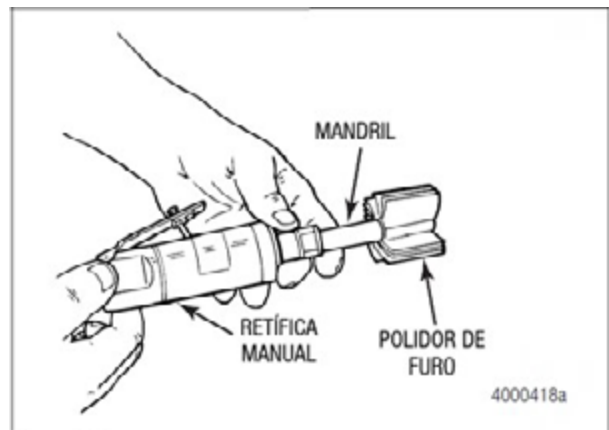
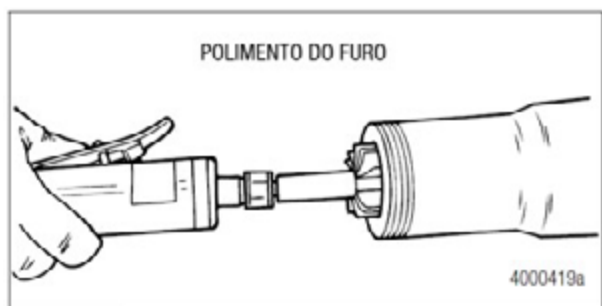

Figura 2.9
Figura 2.10
8. Utilizar uma retífica manual, com um mandril montado com lixas de granulação para desbaste. Aumentar gradativamente o diâmetro do furo da ponteira, até conseguir a montagem da tampa de pressão pelo lado do "O" ring (comprimento menor). Ver figura 2.9 e figura 2.10.
12. Escolha o polidor de furo do tamanho correto, combinando o fabricante e o modelo do eixo com as ferramentas de polimento de furo listadas na Seção 7. Figura 2.9.
13. Polir o furo da ponteira do eixo, para remover todos os resíduos de adesivo deixados pela antiga tampa do eixo e quaisquer rebarbas de metal ou bordas afiadas da superfície do furo da ponteira. Figura 2.10.